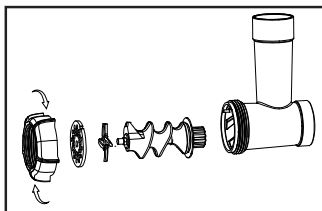

рис.2
положном от шнека, как указано на рис. 2. Если нож будет установлен неверно, продукты будут обрабатываться некорректно, что может повлечь за собой выход прибора из строя или другие нежелательные последствия.
7.4.6 Зафиксируйте конструкцию с помощью фиксирующего кольца, завернув его по часовой стрелке, как указано на рис. 2. Не затягивайте кольцо слишком туго.